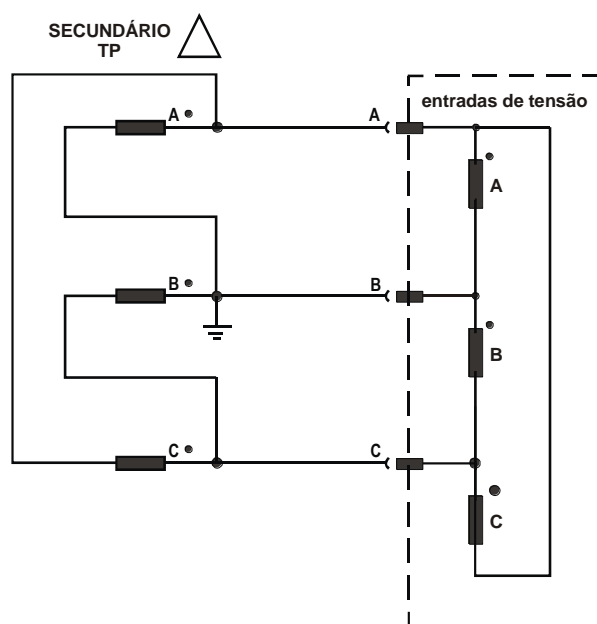

Figura 3: Secundário do transformador de potencial (TP) fechado em delta Δ
- secundário do transformador de potencial (TP) fechado em delta Δ (vide figura 3);